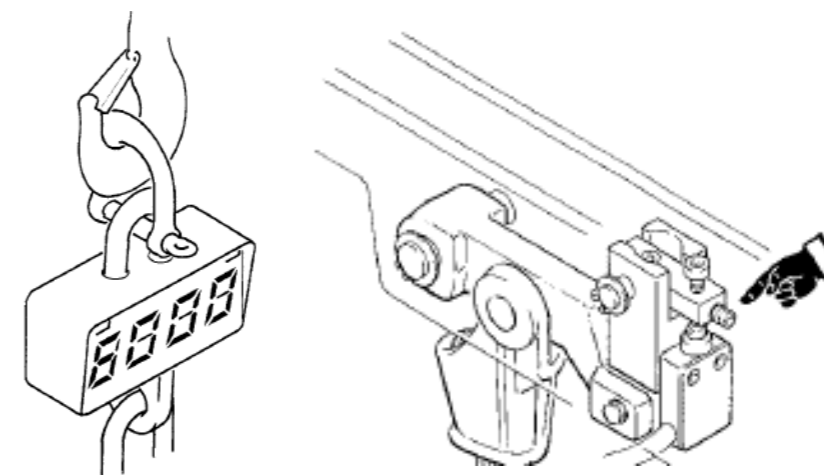

fig.81
**Verifica trimestrale dell'efficienza del limitatore di carico (fig.81):****▶ Dispositivo frizione (paranchi ad 1 tiro di catena)**